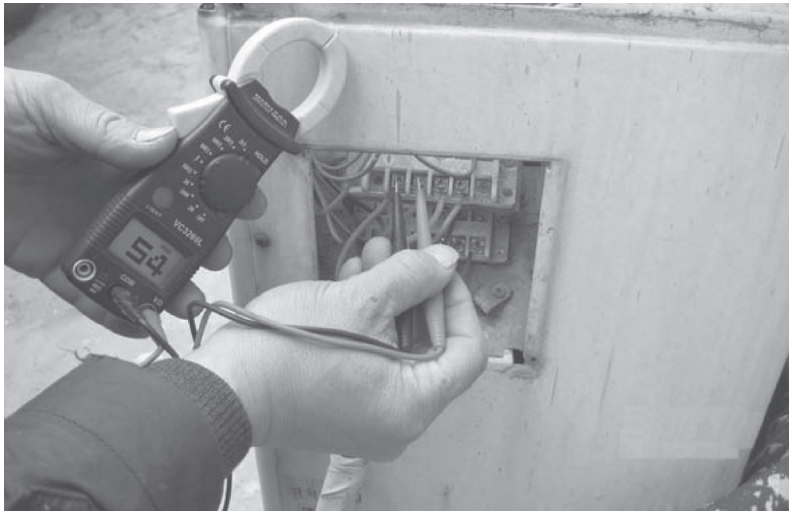

图 4-42 测量供电电压
3) 再测室外机的供电电压，其中 B 相只有 54V，如图 4-42 所示，此数据说明 B 相欠电压。